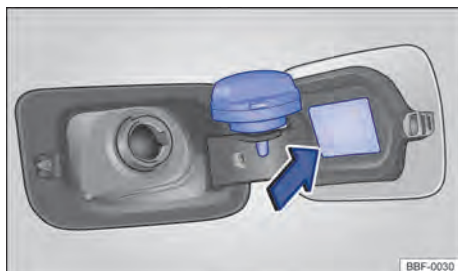

Fig. 149 Portezuela del depósito de combustible abierta con el tapón de cierre del depósito de combustible colgado.
- Retirar la tapa del depósito girándola en sentido antihorario y encajarla en el soporte de la portezuela del depósito → fig. 149.